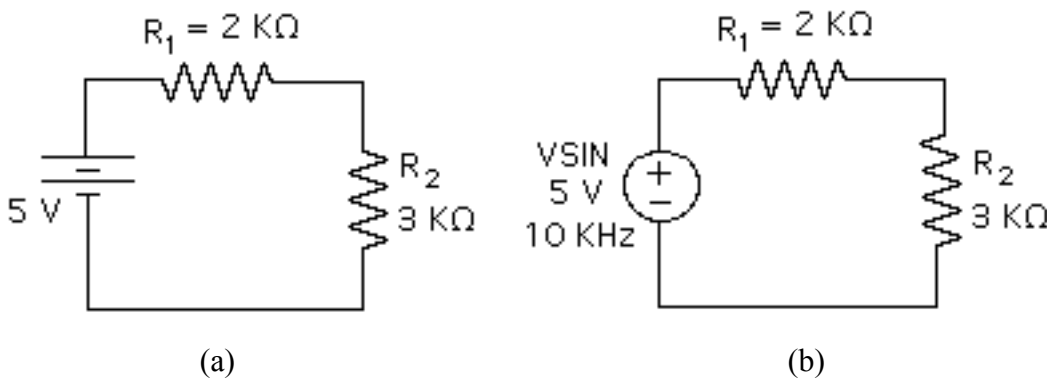

Figura 2.1.- Circuitos con dos resistencias
- 9.- Seleccione cada uno de los componentes para observar la **ventana asociada**, donde se pueden cambiar los parámetros del componente. Colóquelo a cada componente los valores correspondientes para obtener el circuito de la Figura 2.1.a.
- 17.- Una vez realizado todo el proceso para el análisis **TRANSIENT** con una fuente DC, repítalo con una fuente alterna, para lo cual tiene que modificar el circuito (identificándolo con otro nombre), colocando una **fuente VSIN**, a la que se le va a dar una amplitud de 5 V y una frecuencia de 10kHz, como se puede observar en la Figura 2.1.b. Los parámetros del análisis **TRANSIENT** deben modificarse en la **caja de diálogo** para poder observar cuatro ciclos del voltaje sobre la fuente y sobre la resistencia de $3k\Omega$ (En este caso elimine el marcador de tierra). El **tiempo total de análisis** debe ser igual a cuatro veces el período de la señal y el **tiempo entre un punto y el siguiente** puede seleccionarse como la centésima parte del tiempo total. Tanto el diagrama circuital en SPICE como la gráfica resultante con las dos señales sinusoidales se deben guardar para poderlas utilizar posteriormente.
- 22.- Sobre el diagrama en SPICE de un circuito **pueden observarse los valores de las corrientes y voltajes DC** en los distintos componentes del circuito. Para ello, deben colocarse marcadores en los puntos de interés, escoger **BIAS POINT DETAIL** en la ventana de selección de los tipos de análisis que se pueden realizar, seleccionar las opciones de presentación de los voltajes (Enable Bias Voltage Display, **V**) o de las corrientes (Enable Bias Current Display, **I**) y presionar el ícono para correr la simulación. Esto es particularmente útil en circuitos DC como el de la Figura 2.1.a. Aplique el procedimiento a dicho circuito y guarde los resultados.